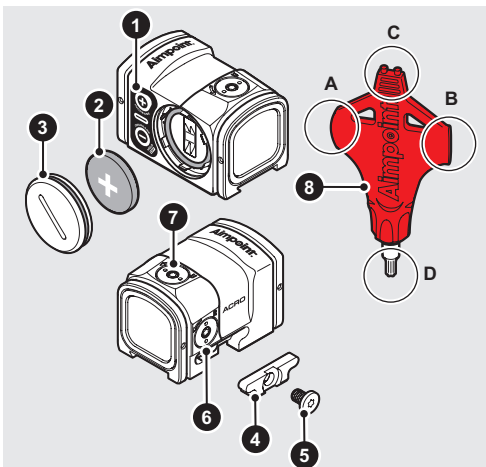

Fig. 1 Panoramica
- c Inserire la pila (2) con il polo positivo (+) rivolto verso il tappo della pila (3), come indicato nella Fig. 1.